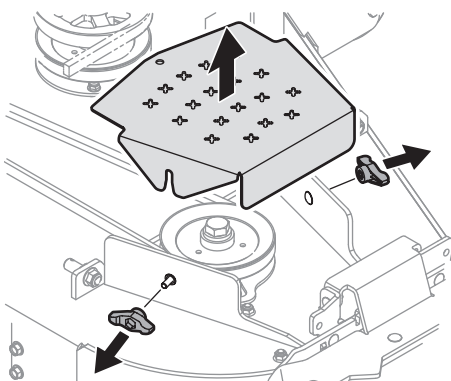

Fig. 29
- Nettoyez le dessus du plateau de coupe, sous les couvercles de la fusée et la zone des courroies (Fig. 29).